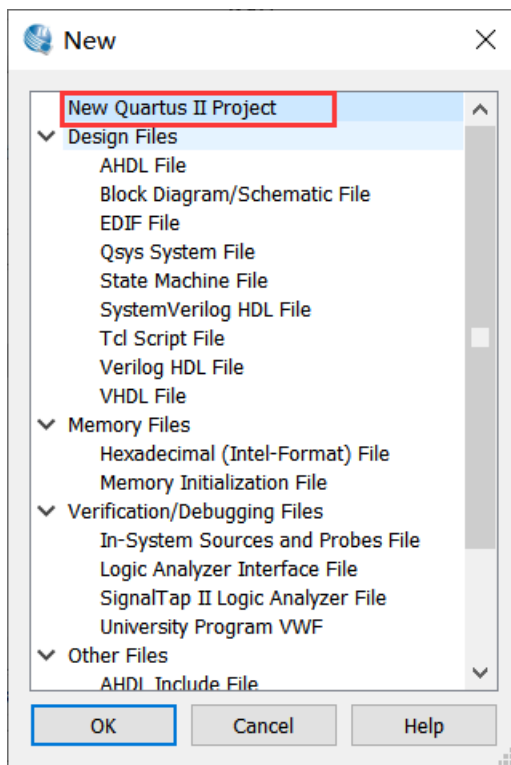

图 1-3
2、点击新建图标出现下面对话框，选择 New Quartus II Project 选项，如图 1-3 所示。